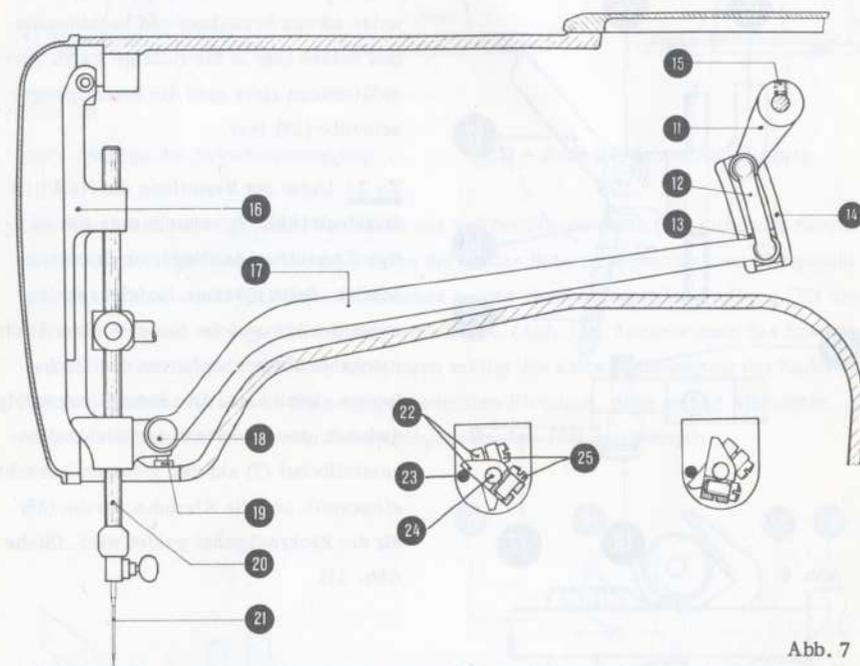

Abb. 7
Die Skalenplatte (10), die während dieses Arbeitsganges lose auf der Zeigerwellenbüchse sass, und zur Seite geschwenkt wurde, wird jetzt wieder mit den dazugehörigen Schrauben befestigt. Nunmehr wird der Kulissenleitstein auf die Null-Stellung eingestellt, indem der Stichbreiten-Verstellhebel (7) auf die Nullraste der Stichbreitenskala (10) eingestellt wird und der im Ständerinnern liegende Einstellhebel (11), welcher über die Lasche (12) den Gleitstein (13) mit ihm verbindet, so eingestellt, dass die Nadelstangenschwinge (16) beim Durchdrehen der Maschine ruhig stehen bleibt. - Abb. 7 - Dies wird erreicht durch Verschwenken des Einstellhebels (11), nachdem dessen Befestigungsschraube (15) gelöst ist.
Auf der Zeigerwellenachse (24), siehe Abb. 7, befinden sich zwei verstellbare Anschläge (22), die nun auf den grössten Ausschlag und auf Null einzustellen sind. Der hintere Anschlag (22) ist so auf der Achse (24) aufzuklemmen, dass er auf der Nullstellung des Stichbreitenverstellhebels (7) an dem durch die Ständerwand kommende Anschlagstift (23) anliegt.
Die Nadel (21) wird nunmehr genau auf die Mitte des Stichloches eingestellt, indem der in der Nadelstangenschwinge (16) sitzende, exzentrische Bolzen (26), der Schwinge (16) und Lenker (17) verbindet, so weit verdreht wird, bis die richtige Stellung erreicht ist. (Siehe Abb. 7 und 8).